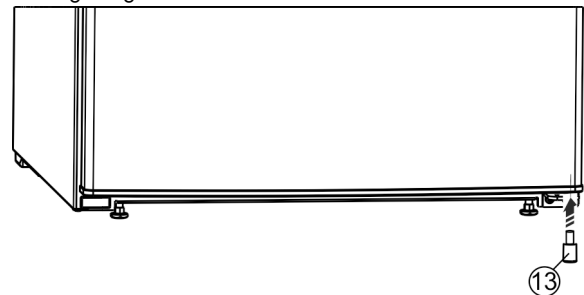

Fig. 24 \*
- ▶ Das Distanzteil *Fig. 24 (13)* wieder rechts unten in die Tür einsetzen, weil es wichtig für die Standfestigkeit des Geräts ist.\*